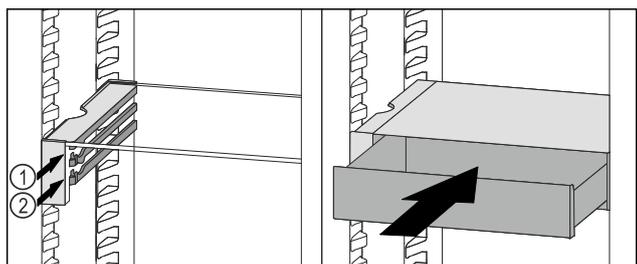

Fig. 121
- ▶ Coloque el cajón VarioSafe en la nervadura deseada Fig. 121 (1) o Fig. 121 (2) detrás de los topes.